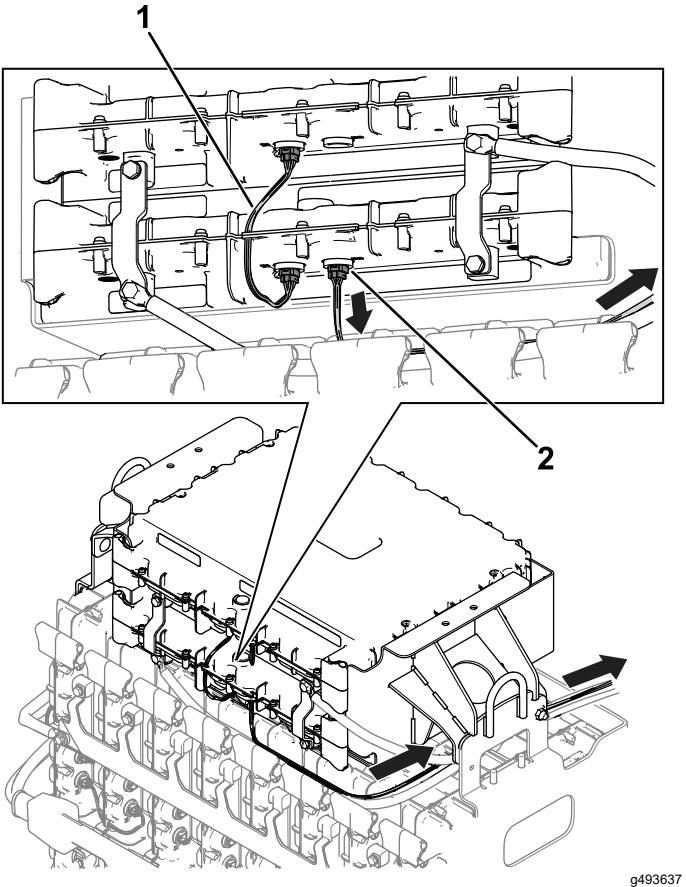

Figure 7
1. Connectez les faisceaux de câblage aux batteries, comme montré à la Figure 7.
2. Acheminez le connecteur restant du faisceau de câblage d'interface de données (45½") vers le support de batteries arrière (Figure 7).